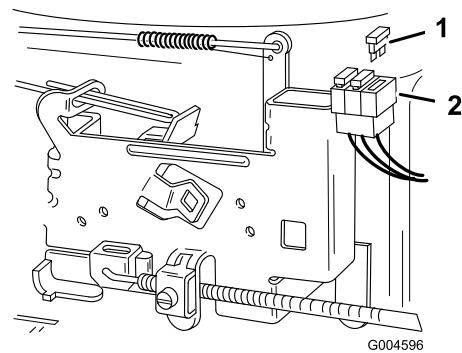

Figura 31
- Tire hacia arriba del fusible (Figura 31) para sacarlo del zócalo.